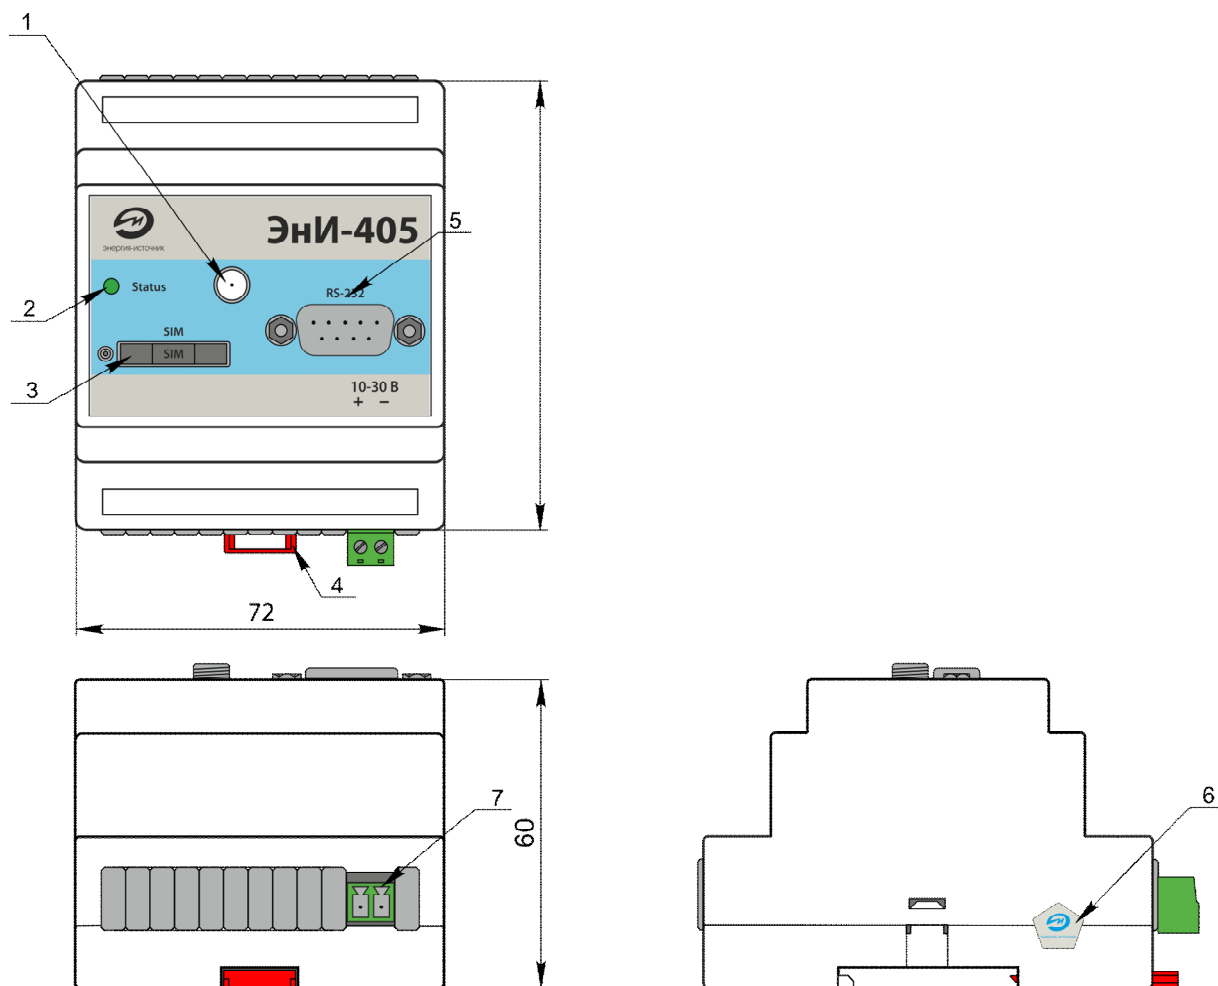

Рисунок 2 – Габаритные размеры и внешние элементы модема с интерфейсом RS-232.
8.9 Защита от несанкционированного доступа к ПО и электронным компонентам обеспечивается нанесением пломбы (б) (рисунок 2, 3) на корпус модема. Пломба представляет собой саморазрушающуюся наклейку, которая наносится в месте соприкосновения основания и крышки корпуса модема.